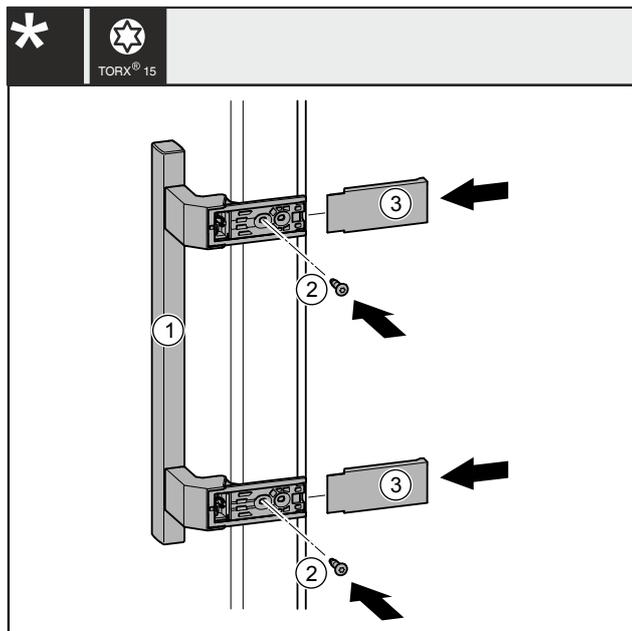

Fig. 41
- ▶ Applicare la maniglia Fig. 41 (1) sul lato opposto.
- ▶ Stringere le viti Fig. 41 (2) con un cacciavite.
- ▶ Applicare le coperture Fig. 41 (3) lateralmente e spingerle in sede, in modo che si innestino.